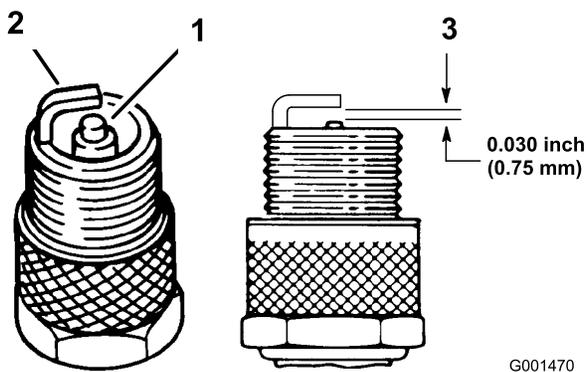

Figure 39
3. Contrôlez l'écartement entre l'électrode centrale et l'électrode latérale (Figure 39).
Remarque: Courbez l'électrode latérale (Figure 39) si l'écartement est incorrect.
3. Branchez la bougie (Figure 39).
1. Examinez le centre de la bougie (Figure 39). Si le bec de l'isolateur est recouvert d'un léger dépôt gris ou brun, le moteur fonctionne correctement. S'il est recouvert d'un dépôt noir, cela signifie généralement que le filtre à air est encrassé.